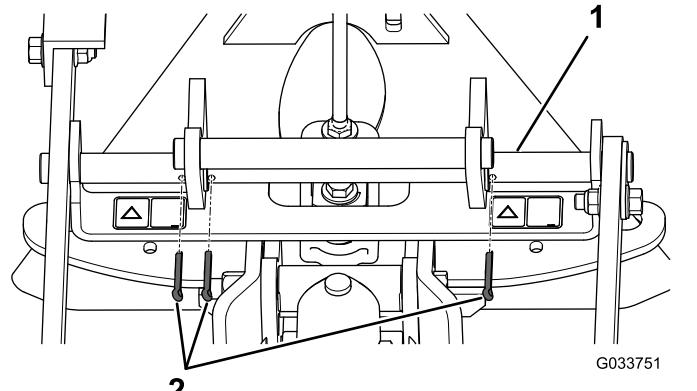

**Figure 5**
- Insérez la barre de pivotement dans les trous (Figure 5).
- Alignez le trou dans la plaque de retenue et le trou dans le bras de levage, puis insérez le boulon à embase et l'écrou à embase (Figure 5).